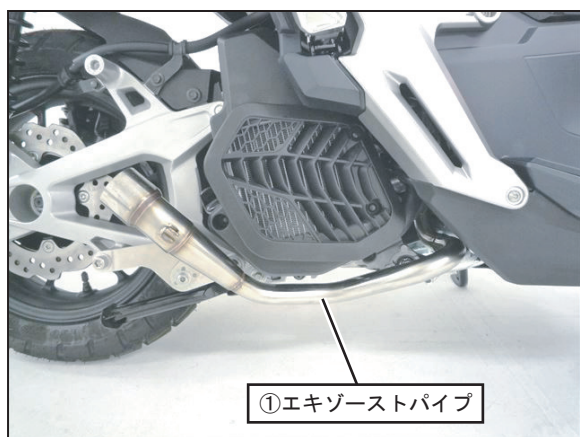

FIG. 5
6. 純正エキゾーストガasketを新品に交換し、①エキゾーストパイプをエンジンの排気ポート部に純正ナットを使用して仮締めして下さい。(FIG. 5, 6 参照)